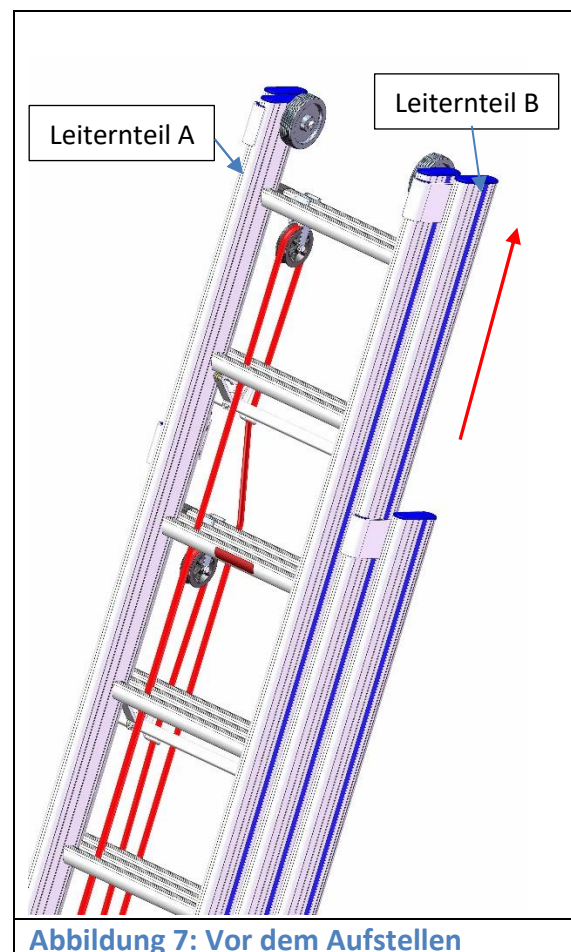

Abbildung 7: Vor dem Aufstellen
- Um einen reibungslosen Aufbau zu gewährleisten muss vor dem Aufstellen das mittlere Leiterteil 2 Sprossen von Hand ausgefahren werden (Abbildung 7).